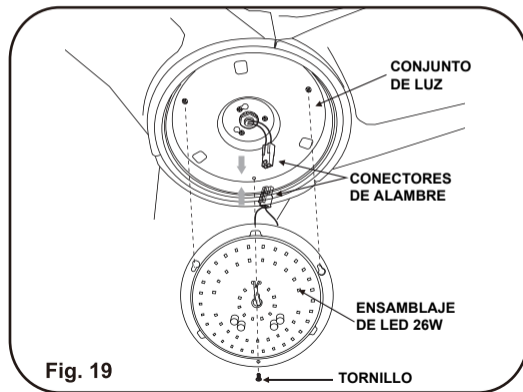

Fig. 19
Paso 1. Una vez sujetado el ensamblaje de LED de 26W debajo de su ventilador, fija firmemente los enchufes del cable. (Fig.19)
Paso 2. Coloque las bocallaves del ensamblaje de LED de 26 W sobre los dos tornillos previamente aflojados de la placa del conjunto de luz. Gire el conjunto de LED de 26 W hasta que se bloquee en la sección estrecha de las bocallave. Asegure apretando los dos tornillos previamente aflojados y el tornillo previamente retirado. (Fig.19)